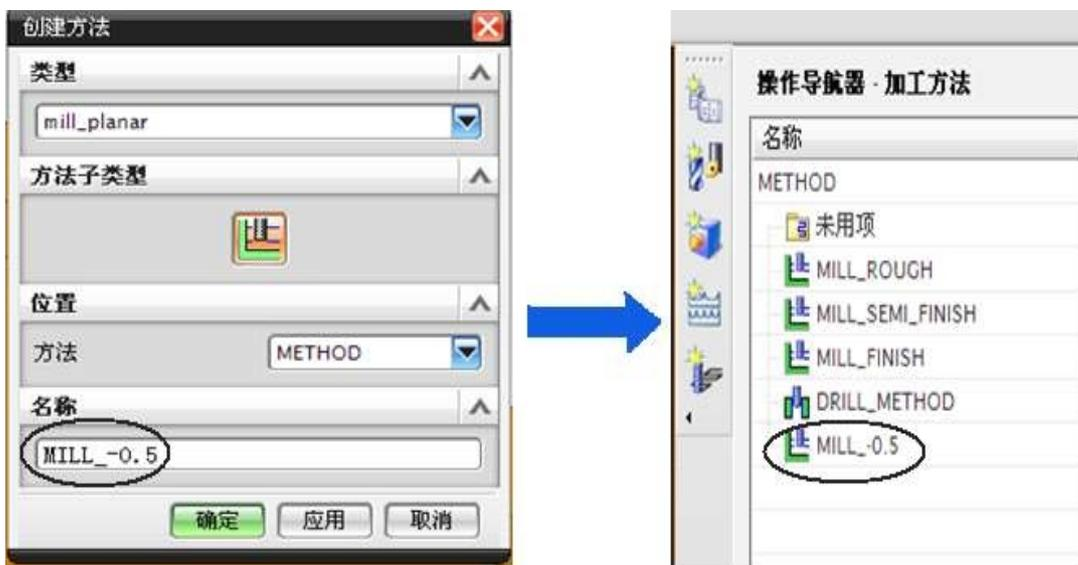

图2-6
(4) 点击创建加工方法图标创建：MILL\_-0.5 的加工方法：点击 **确定** 直至对话框消失。点击加工方法图标观察操作导航器中已生成了一个 MILL\_-0.5 的加工方法节点。如下图 2-6 所示。
②单击创建加工方法工具图标，弹出创建加工方法对话框如（第2节中图2-6）：按图设置创建了一个 MILL\_1(名称可以随意)的程序节点，同样在操作导航器加工方法视图中可以观察到。同理我们可以依次创建 MILL\_2、MILL\_3、MILL\_4……等等的程序节点。